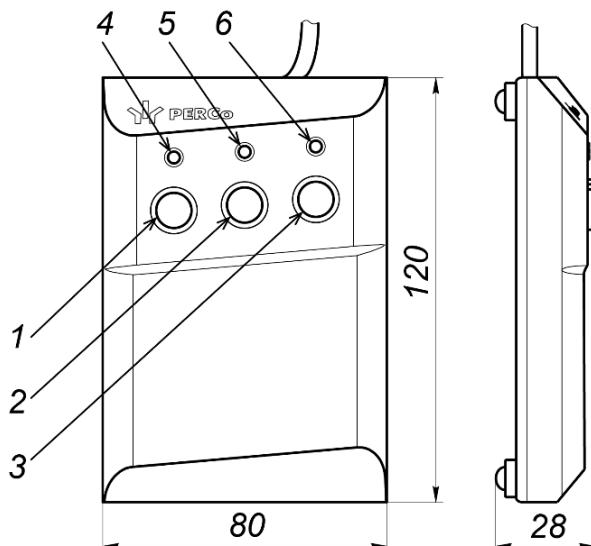
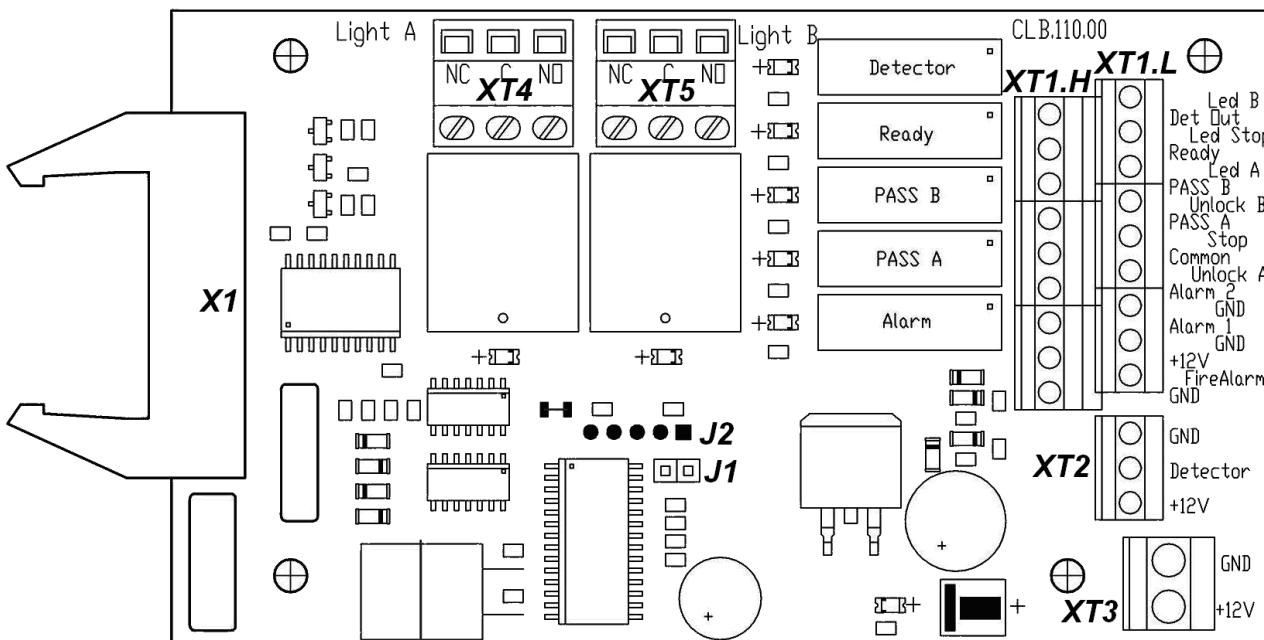

Рисунок 4. Общий вид и габаритные размеры ПДУ
Рисунок 5. Внешний вид платы управления
ПДУ (12) выполнен в виде небольшого настольного прибора в корпусе из ударопрочного АБС пластика и предназначен для задания и индикации режимов работы при ручном управлении турникетом. ПДУ подключается к плате управления гибким многожильным кабелем (13) через клеммную колодку **XT1.L** (см. рис. 5). Общий вид ПДУ показан на рис.4.
На лицевой панели ПДУ расположены три кнопки для задания режимов работы турникета. Над кнопками расположены индикаторы. Средняя кнопка **STOP** предназначена для переключения турникета в режим «Запрет прохода». Левая и правая кнопки предназначены для разблокировки турникета в выбранном направлении. Изменить ориентацию ПДУ относительно установки стойки турникета (если на месте установки стойка обращена к оператору не лицевой, а тыльной стороной) можно, поменяв местами провода от ПДУ, подключаемые на контакты *Unlock A* и *Unlock B*, а также *Led A* и *Led B* соответственно (рис. 5 и 11).
На плате управления (см. рис. 5) расположены:
Выбор режима управления осуществляется снятием / установкой перемычки на разъем **J1** платы управления. Расположение разъема **J1** показано на рис. 5. При поставке перемычка установлена, что соответствует импульсному режиму управления турникетом. Для перехода в потенциальный режим управления снимите перемычку. Изменение режима управления произойдет после включения турникета.
Подключение устройства *Fire Alarm* производится к клеммной колодке **XT1.L** платы управления согласно схеме электрических соединений (см. рис. 11 и рис. 5).
Факт подачи напряжения на обмотку реле можно определить по загоранию соответствующего красного светодиода, установленного на плате управления вблизи соответствующего реле (см. рис. 5).